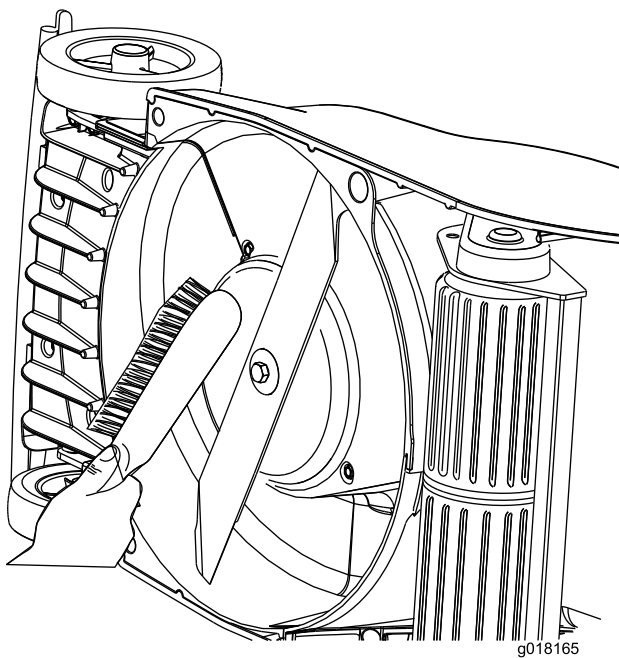

Figure 29
- Immédiatement après chaque utilisation, débarrassez le dessus et le dessous du plateau de coupe des débris d'herbe accumulés (Figure 29).